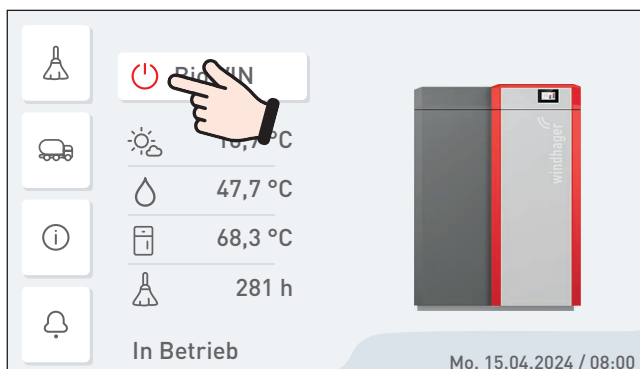

Fig. 45 BioWIN 2 Touch ausschalten
- ▶ BioWIN 2 Touch mittels EIN/AUS-Taste am InfoWIN Touch ausschalten (Fig. 45 – siehe auch Bedienungsanleitung InfoWIN Touch) und warten, bis die Anzeige erloschen ist (ca. 20 min).